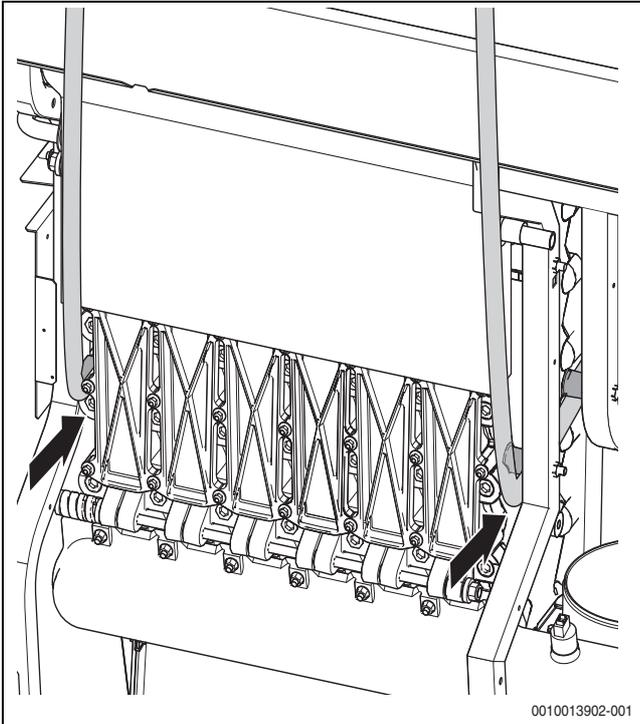

Fig. 5 Passage des sangles par le cadre-support
- ▶ Faire passer les sangles (élingues rondes) par le cadre de la chaudière (→ fig. 5).